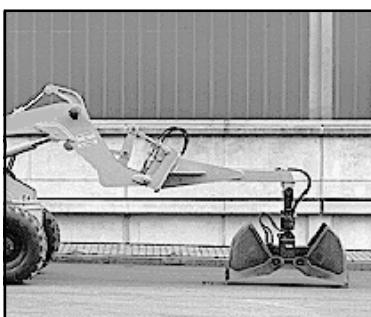

Bild 6-16
- Bild 6-16 zeigt das Gerät mit Greifer in weitester Auslage beim Bodenanschnitt.
- La figure 6-16 montre la machine avec benne-preneuse dans la position de portée la plus longue, avec les arêtes sur le sol.
- Fig. 6-16 shows the loader with the grab in its most far-reaching position at the start of digging.